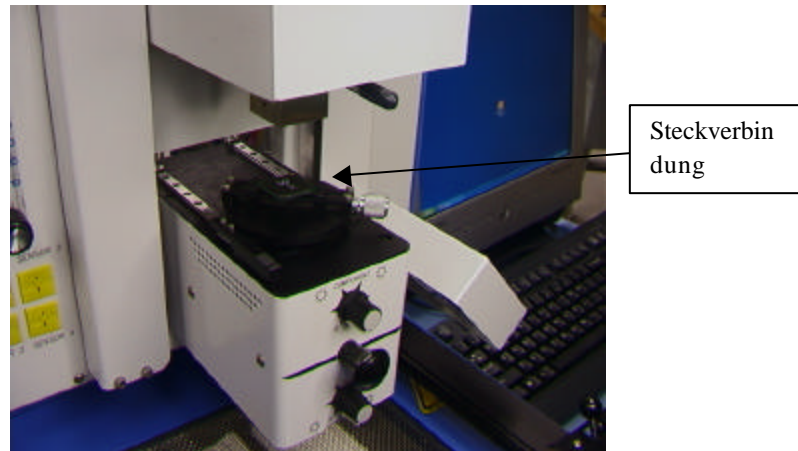

Abbildung 17a
- ix. Legen Sie die Steckverbindung in den Rahmen auf dem Kameragehäuse. (Abbildung 17a)